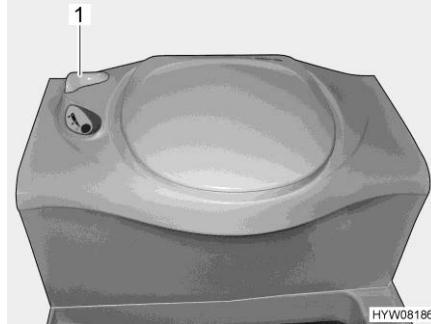

Fig. 295 Toilette Thetford
- Prima di tirare l'acqua, aprire il cursore della toilette Thetford. A tal fine ruotare la leva del cursore (Fig. 295,1) in senso antiorario.
- Dopo aver tirato l'acqua chiudere il cursore. Ruotare la leva del cursore (Fig. 295,1) in senso orario.